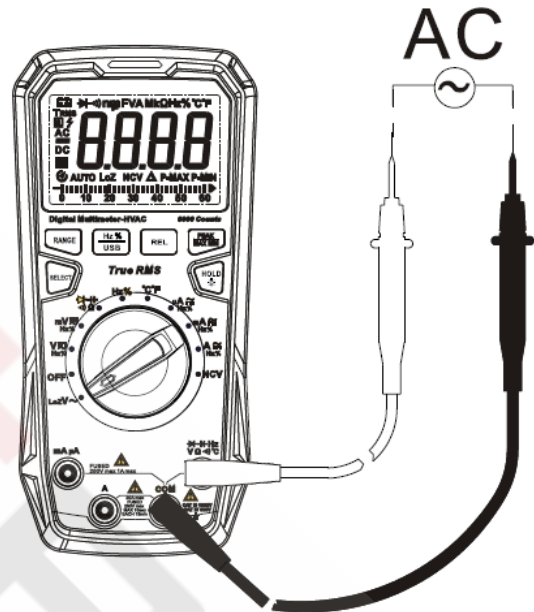

Рисунок 7
8.1. Измерение переменного напряжения в режиме низкого входного сопротивления (UT61D+, см. рисунок 7)